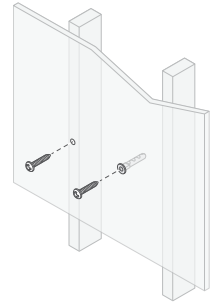

Figure 5
5. Si vous êtes certain qu'un goujon est présent derrière la surface du mur, enfoncez les vis N°10/M5 (non incluses) dans le mur et dans le goujon (voir Figure 5).
6. S'il n'y a pas de goujon derrière le mur à l'emplacement choisi, installez les ancrages muraux (non fournis) dans le mur en suivant les instructions du fabricant de l'ancrage mural. Utilisez toujours deux ancrages muraux et deux vis par enceinte (voir Figure 5). Pour les surfaces et les goujons en bois, utiliser des vis en bois ; pour la tôle ou le plâtre, utiliser des ancrages muraux ; pour la maçonnerie, utiliser des ancrages pour maçonnerie.